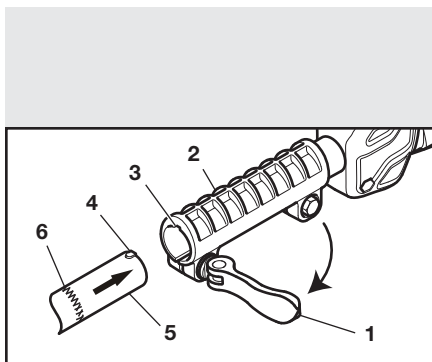

Fig. 1
1. Jale la palanca de bloqueo (1) hacia afuera del collar de bloqueo (2). Alinee la ranura (3) en el collar de bloqueo con la llave correspondiente (4) en el extremo del mango del accesorio (5) (Fig. 1).
2. Introduzca el mango del accesorio dentro del collar de bloqueo hasta que la marca de instalación (6) se una con el collar de bloqueo.